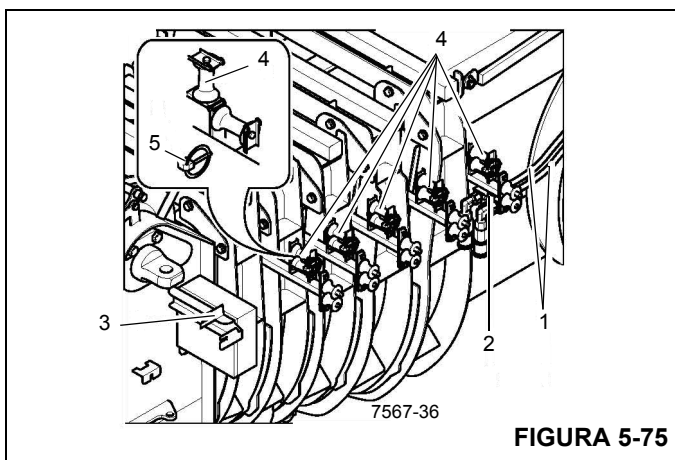

FIGURA 5-75
1. Afloje los pasadores abisagrados (5, Figura 5-75) y pliegue las poleas guía (4).
2. Desconecte la protección contra tirones del sujetador (3) y conéctela en el sujetador (2).
3. Baje las poleas guía (4) y asegúrelas con los pasadores abisagrados (5).